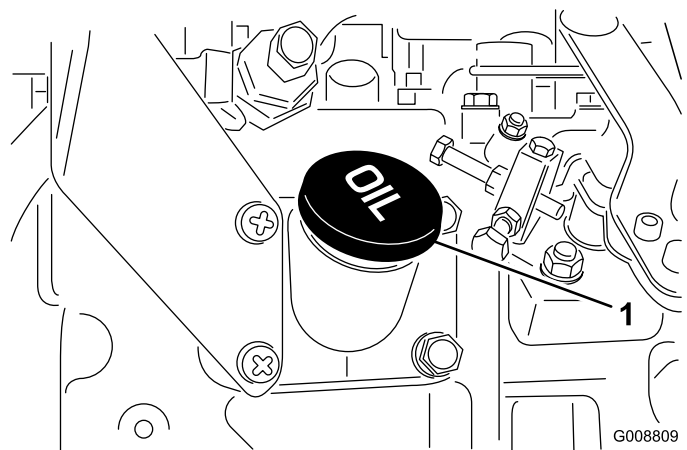

Figure 52
4. Si le niveau d'huile ne se situe pas dans la plage de sécurité, enlevez le bouchon de remplissage (Figure 52) et faites l'appoint jusqu'à ce que le niveau correct soit atteint.